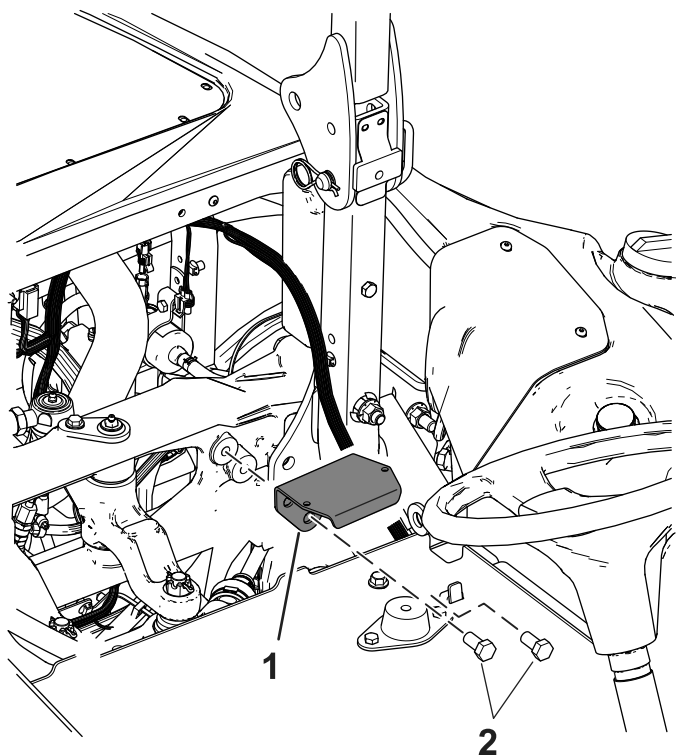

図 3
4. フレームにセンサーブラケットを取り付けるボルト $\frac{1}{2} \times 1$ " 2本を使用する 図 3を参照。